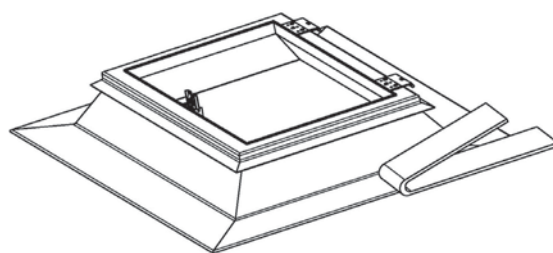

Fig 2.
2. Sargen ska sättas fast med takbeklädnad enligt gällande standarder. (Fig 2)